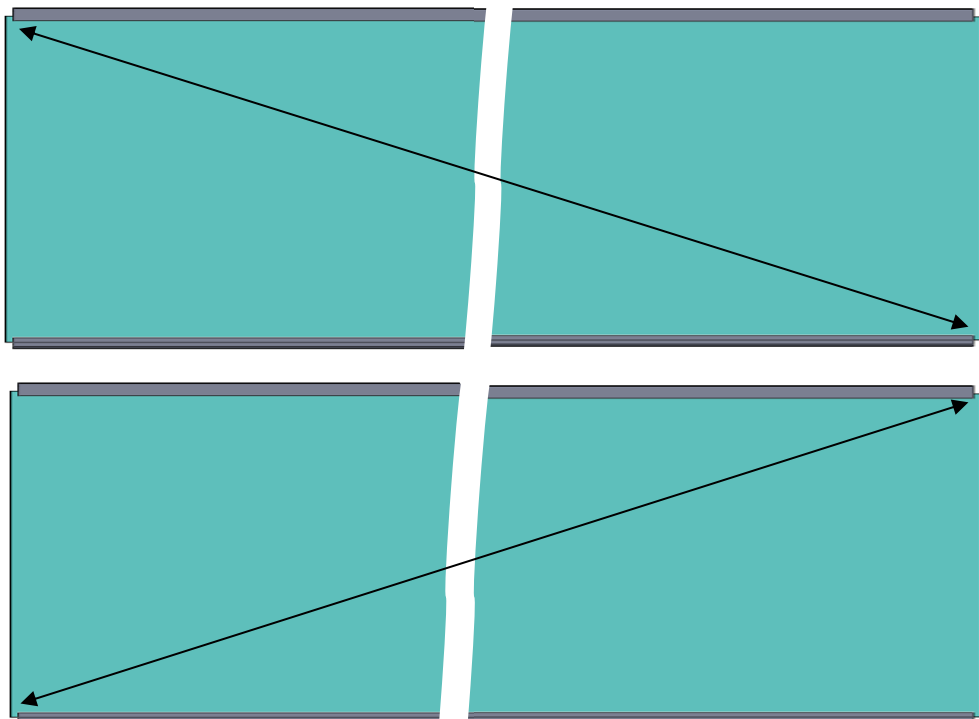

Figura 47
- Comprobar las diagonales entre los perfiles (figura 47) . Estas deben de ser iguales para garantizar de que el panel esta correctamente alineado.